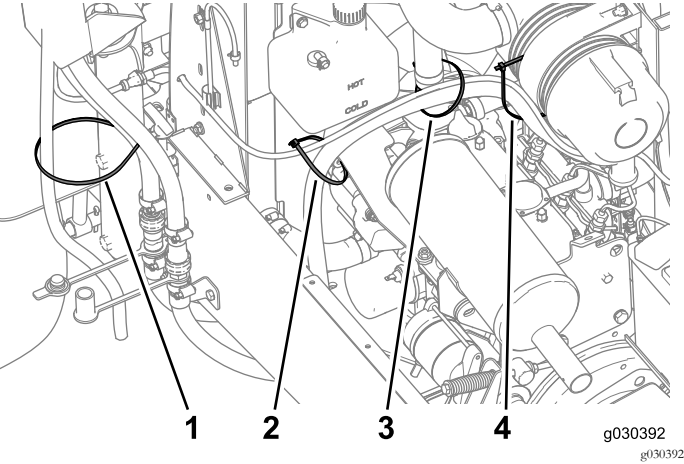
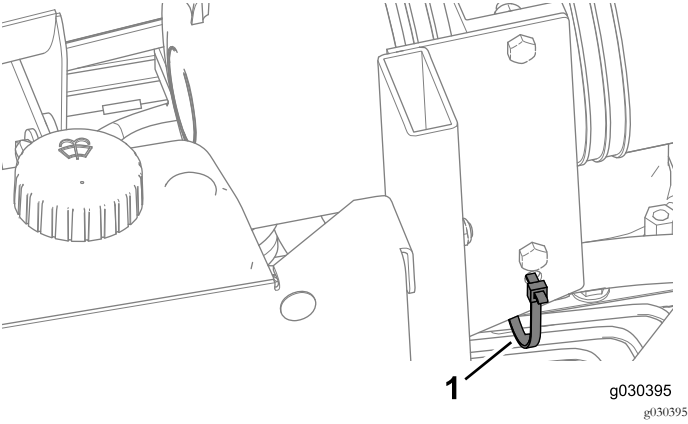

Figura 42
Figura 43
7. Prenda os tubos na posição com braçadeiras de cabos (Figura 42) e (Figura 43).